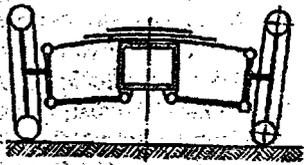

Abb. 22. Querfeder und Querlenker.
2) **Querfeder und Querlenker.** Bei dieser Anordnung (Abb. 22) wird die eine Querfeder durch einen am Rahmen angelenkten Querlenker ersetzt. Die Räder werden nicht mehr genau parallel geführt, so dass beim Durchfedern kleine Änderungen des Sturzes zur Änderung der Spur führen. Um die Bauhöhe niedriger zu halten, wird in der Regel die obere Querfeder durch einen Dreieckenker ersetzt.